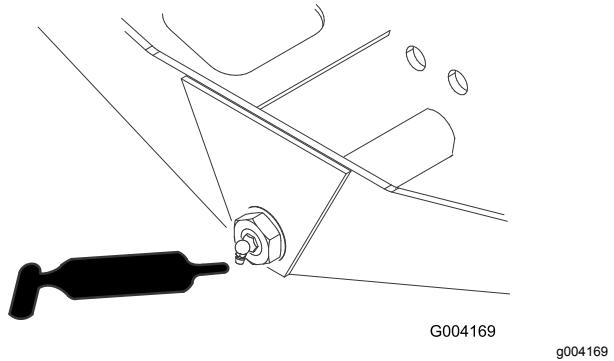

Figura 32
- Perno sterzante del ponte (1)—Figura 32